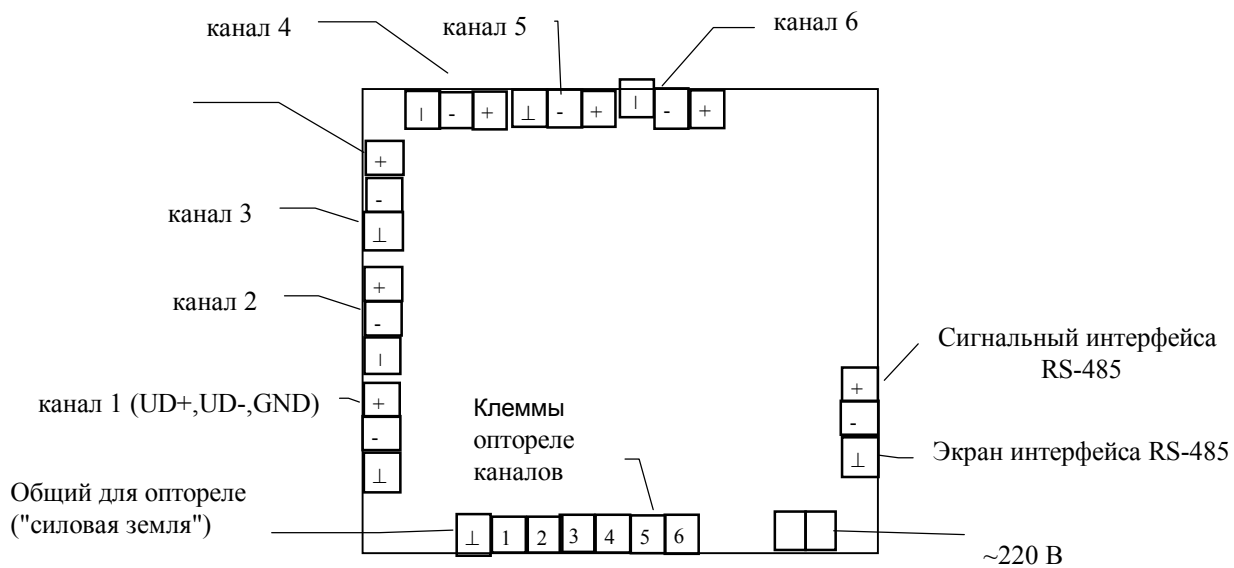

Рис.2. Схема подключения. Задняя панель ИТР.
"CAL"- калибровка ИТР при  $t = 0^{\circ}\text{C}$ . Для калибровки необходимо выдерживать датчик температуры на соответствующем канале (кроме термопреобразователей с унифицированным токовым выходом) в водо-ледяной смеси не менее 10 минут (для калибровки термометров сопротивления можно использовать магазин сопротивлений, класс точности не хуже 0.05, а для термопар - источник калиброванного напряжения). Для калибровки при типе датчика 6 необходимо на вход ИТР (см. рис. 2) подать ток 5 мА, для типа датчика 7 – 20 мА.
*«Uref / Corr» - коррекция внутреннего ИОН по калиброванному напряжению. В этом режиме производится коррекция внутреннего источника опорного напряжения (ИОН), для этого необходимо установить на всех каналах тип датчика 4 (ХА) или 5 (ХК), на все каналы от источника калиброванного напряжения подать напряжение  $V=48.452$  мВ (схема подключения как термопара: "минус" подключить к GND, "плюс" - к UDi-, где i - номер канала, см. рис. 2) и подождать 40 секунд.*
5.6.2.1 Подключить к поверяемому ИТР магазин сопротивлений, имитирующий первичные датчики. Входы всех используемых каналов измерения должны быть подключены параллельно друг другу, неиспользуемые входы должны быть заглушены согласно рис. 2. Определить установленный при настройке прибора тип термодатчика. Выставить на магазине сопротивлений величину, равную сопротивлению термодатчиков в 0 °С. Перевести ИТР в режим автоперебора каналов. Если в процессе перебора каналов не возникает сообщений об ошибках, то прибор работоспособен.
6.2 Электрические соединения с сетью, датчиками температуры осуществляется через клеммные колодки, расположенные на задней панели прибора (см рис. 2).